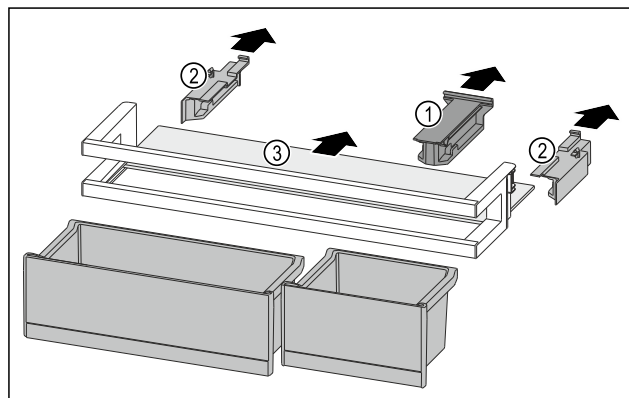

Fig. 118
- Halteteil Fig. 118 (1) abziehen.
- ▶ Seitenteile Fig. 118 (2) abziehen.
- ▶ Abstellfläche Fig. 118 (3) entnehmen.